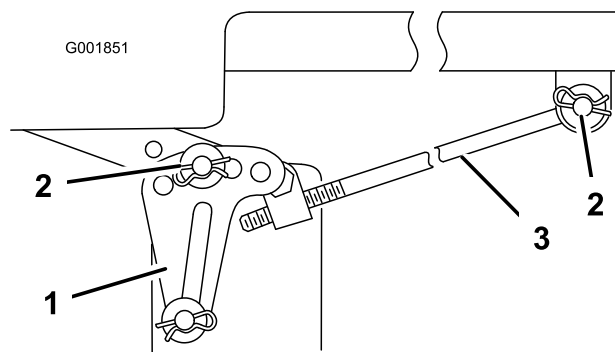

Bild 58
Hinweis: Merken Sie sich vor dem Entfernen des Mähwerks, welche Löcher in den Nivellierhalterungen verwendet werden (Bild 58).
5. Entfernen Sie den Splint und die Scheibe von der Einstellstange (Bild 58) an jeder Seite des Mähwerks.
6. Entfernen Sie den Splint und die Scheibe von den Mähwerk-Nivellierhalterungen (Bild 58). Merken Sie sich das Loch, in dem die Nivellierhalterung befestigt ist, für den Wiederaufbau. Schieben Sie die Bügel vom Montagestift herunter.
6. Befestigen Sie die Einstellstange an jeder Seite des Mähwerks mit der Scheibe und dem Splint an der Maschine (Bild 58).
7. Schieben Sie die Nivellierhalterungen auf die Befestigungsstifte und befestigen Sie die Halterungen mit den Scheiben und Splints ab (Bild 58).